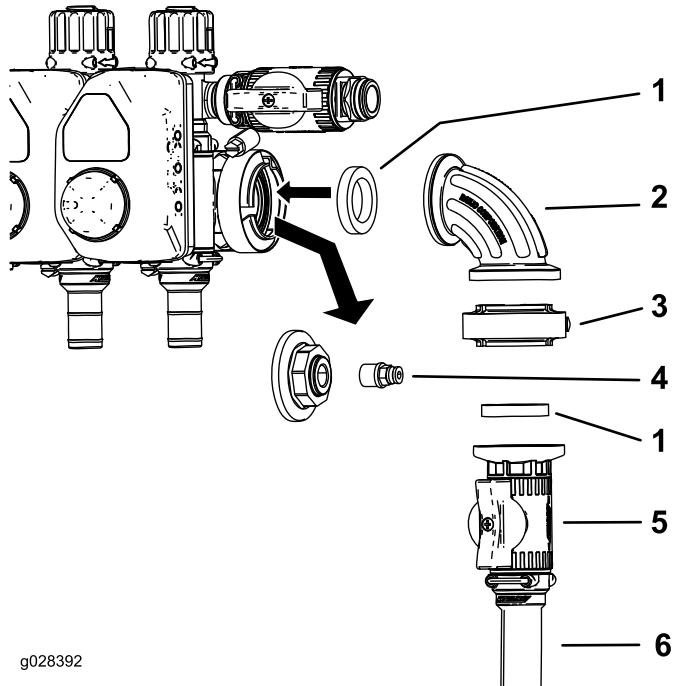
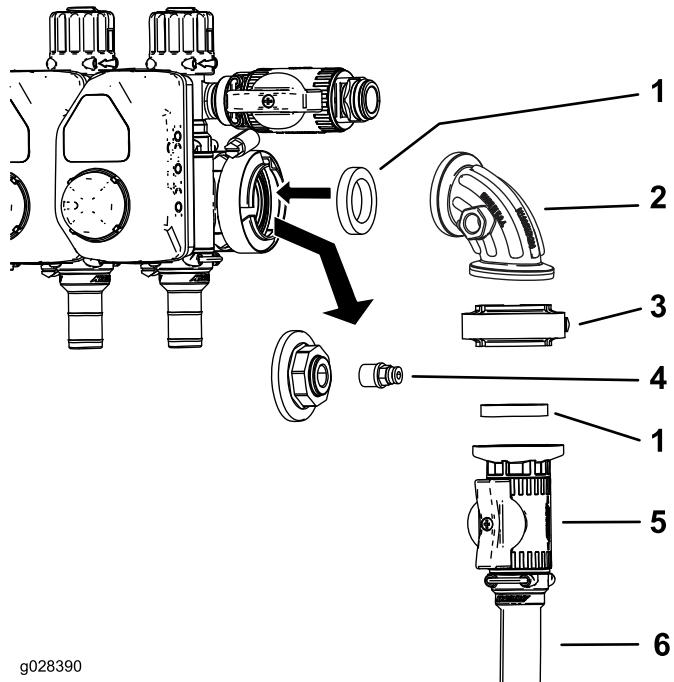

Figure 7
Figure 8
- Détachez le collier à bride qui fixe le bouchon d'extrémité et le raccord à la prise du manomètre (Figure 7 ou Figure 8).
2. Déposez le raccord du bouchon d'extrémité (Figure 7 et Figure 8).
3. Montez la vanne de commande comme montré à la Figure 7 ou Figure 8.
4. Insérez le coupleur dans l'orifice libre du raccord à 90 degrés (Figure 7 ou Figure 8).
- Remarque:** La prise dans le côté du raccord à 90 degrés du Multi Pro 1750 et du Multi Pro WM se trouve à l'avant (non représenté) du raccord (Figure 7).
5. Raccordez le flexible d'alimentation du dévidoir à la vanne de commande au moyen d'un collier (Figure 7 ou Figure 8).